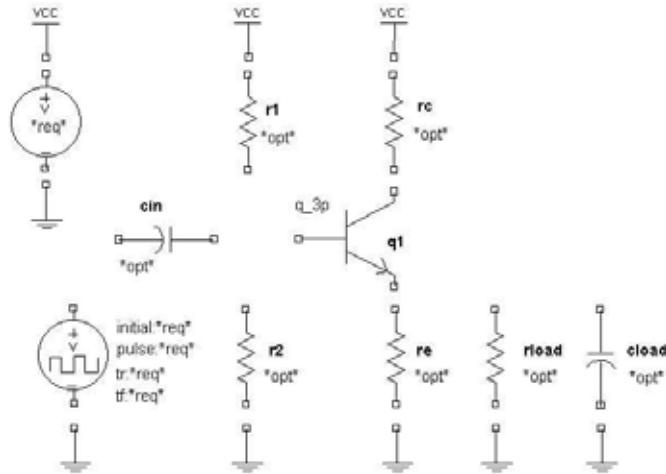

图 2 单级晶体管放大器部件布局
在教材的这一部分你将按图 2 所示在原理框图上放置符号。图中增加了如 r1、r2 等部件标号以便参照。
9) 将 5 个电阻按图 2 所示放置在晶体管周围，步骤如下：
3. 使用下列 Parts Gallery 设定值及图 2 所示的部件布局图来查找并放置 V\_Pulse 符号。
- 7) 如图 2 所示放置符号。如下可旋转符号 180°。
- 1) 在 Parts Gallery 中，使用 3.5 节中所作的相同设定值，只是在 Available Parts 表中，选择 Capacitor (1)。
- 2) 如图 2 所示放置和定位符号。
- 6) 通过单击 place 按钮 6 次放置 gnd 符号。如图 2 所示布置符号。
3) 单击 Place 按键 3 次来布局 VCC 符号。如图 2 所示布置符号。